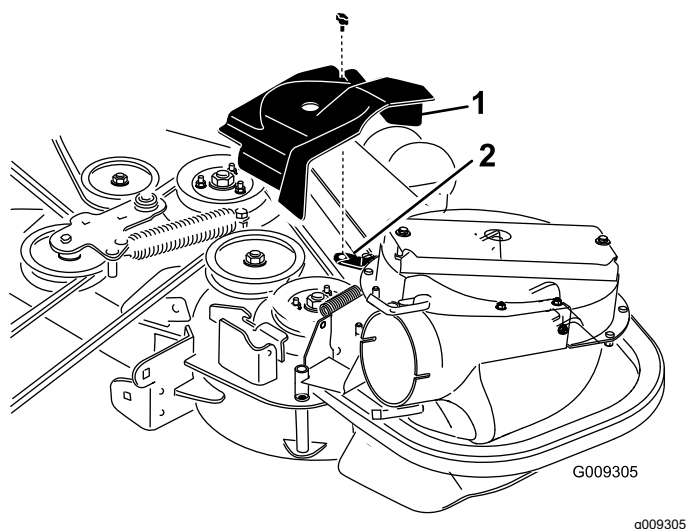
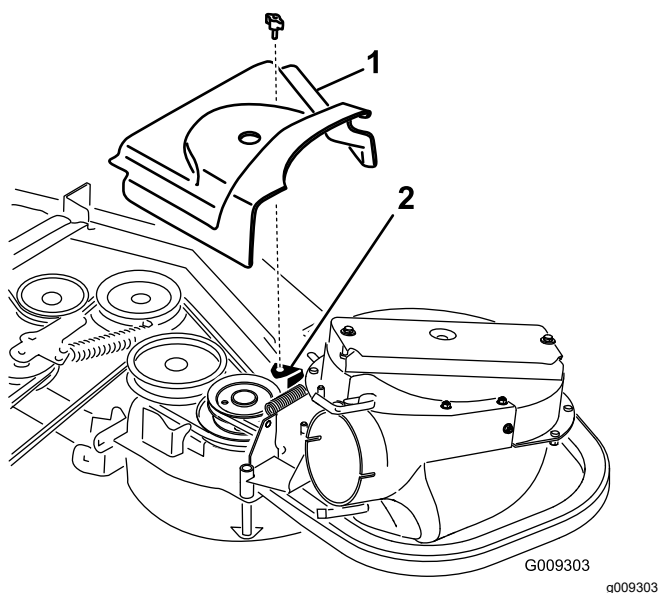

Figure 29
Figure 30
2. Montez le nouveau protège-courroie de sorte que les crans situés de chaque côté passent par-dessus les supports et fermez le verrou (Figure 29 ou Figure 30).